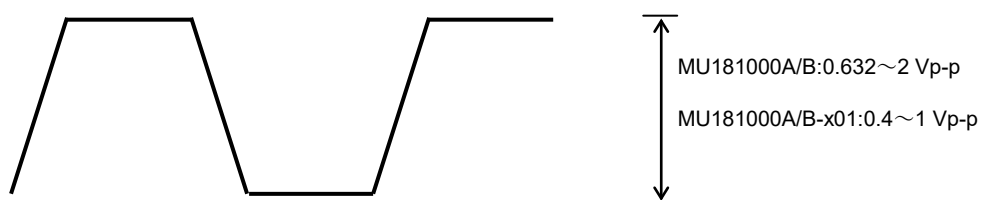

図6.3.1-2 サンプリングオシロスコープで測定された波形例
4. サンプリングオシロスコープのアベレージング機能を使い、測定された波形のレベルが図 6.3.1-2 に示す範囲に収まっていることを確認します。
5. 本器の操作画面で次のとおりに Center Frequency の値を変更し、同様の測定を行います。波形のレベルが図 6.3.1-2 に示す範囲に収まっていることを確認します。